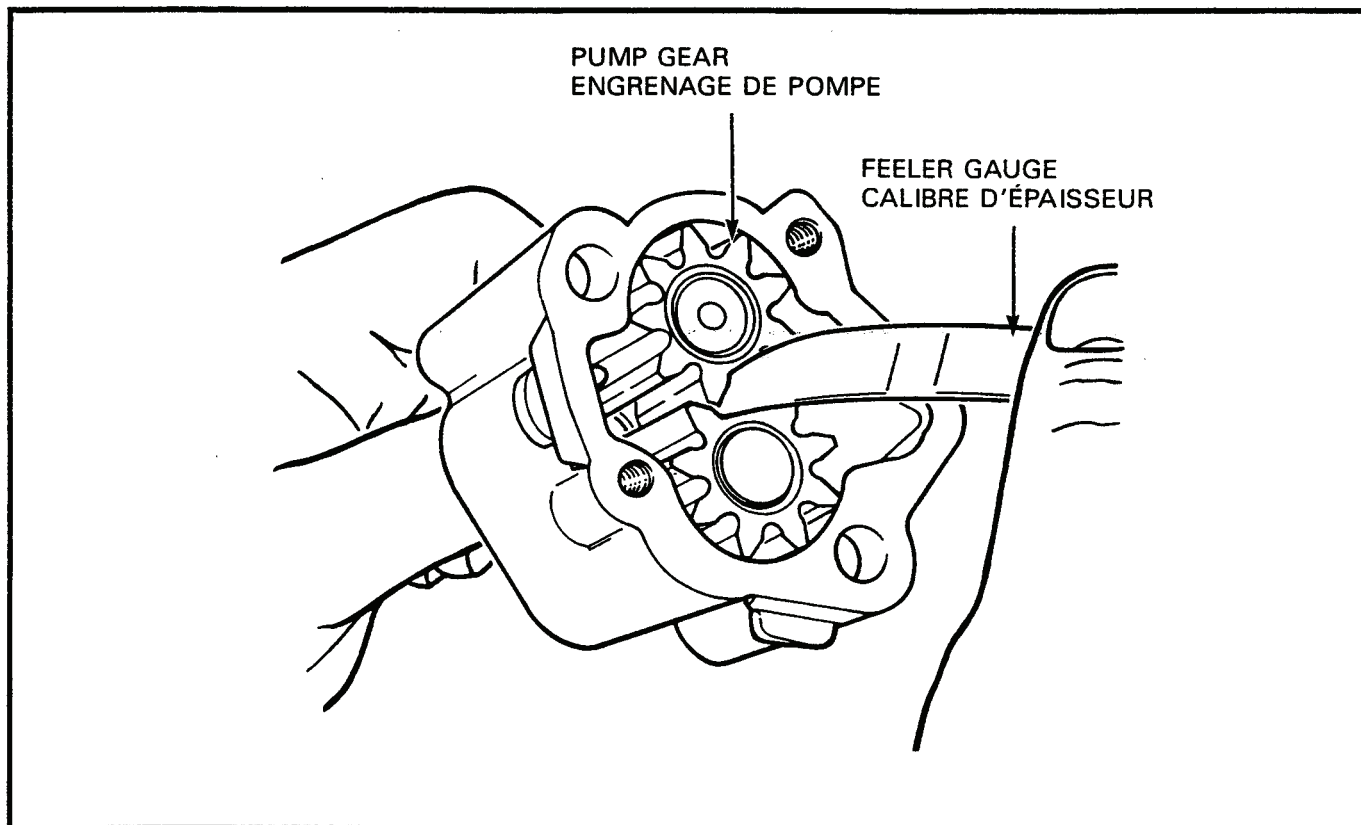

Figure 2-4-1 Measurement of Oil Pump Gear Backlash Clearance Mesure du jeu des engrenages de la pompe à huile
- b. Using feeler gauges, measure the backlash clearance between the pump gears, see Figure 2-4-1. If the clearance is less than 0.05 mm or greater than 0.20 mm, replace either the pump or pump gears.
- b. Au moyen de calibres d'épaisseur, mesurer le jeu entre les engrenages de la pompe, voir figure 2-4-1. Si le jeu est inférieur à 0.05 mm ou supérieur à 0.20 mm, remplacer la pompe ou les engrenages.